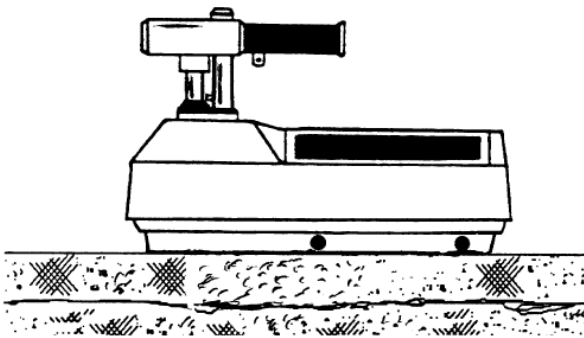

Figure 1
- . ( Figure 1) Position sécurité, obturateur tungstène fermé, hors opération.
Pour effectuer une mesure, l'opérateur doit placer l'appareil sur la surface à tester et initialiser un comptage à l'aide du calculateur. A la fin du comptage les résultats seront affichés directement. La mesure s'effectue en mode rétrodiffusion (Enrobés ou béton) – Figure 1 . La tige porte source est positionnée au contact du sol (obturateur ouvert)